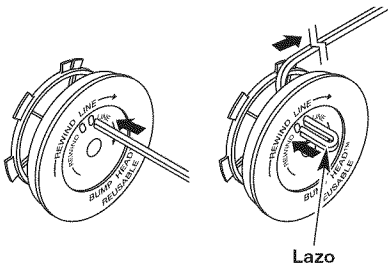

Fig. 19
8. Tome aproximadamente 2.7 m (9 pies) de nueva línea de corte. Inserte un extremo de la línea a través de uno de los orificios del carrete interior (Fig. 19). Pase la línea a través del carrete interior hasta que queden sólo 4 pulgadas fuera.
9. Inserte el extremo de la línea en el orificio abierto del carrete interior y tire de la línea en forma ajustada a fin de que el lazo sea lo más pequeño posible (Fig. 19).